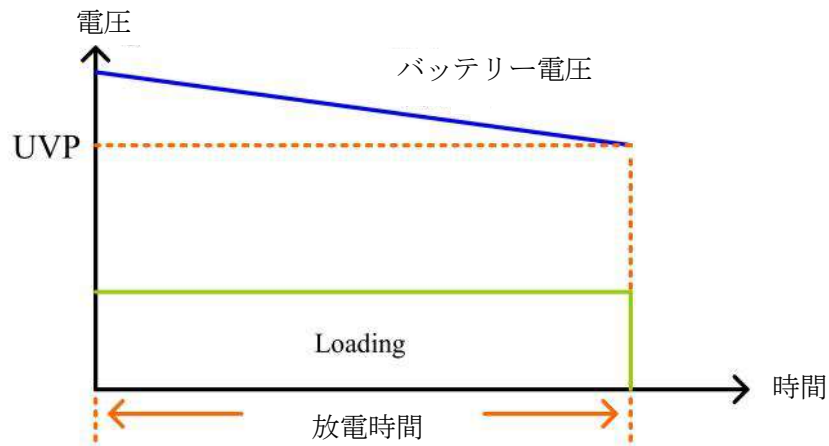

図 4-2
本テストは定電流 (CC) モードに自動で設定し、設定した電圧をバッテリーの低電圧保護 (UVP) として、この設定値を下回る場合、[LOAD] キーの LED 表示が消灯し、LOAD OFF の状態になったことを示します。図 4-2 が示す総放電量 AH (AMP-HOURS) を表示します。